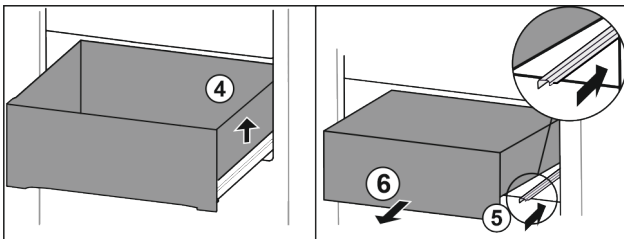

Fig. 75
- ▶ Nosta vetolaatikkoa oikealta. Fig. 75 (4)
- ▶ Työnnä oikea kisko paikalleen. Fig. 75 (5)
- ▶ Poista vetolaatikko vetämällä sitä eteenpäin. Fig. 75 (6)